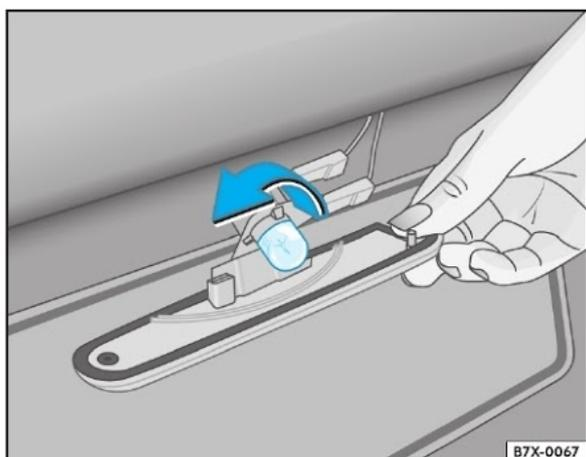

Fig. 89 Lâmpada da placa de licença
- Pressione a lâmpada ⇒ fig. 89 e gire-a no sentido anti-horário -seta- ao mesmo tempo para removê-la.